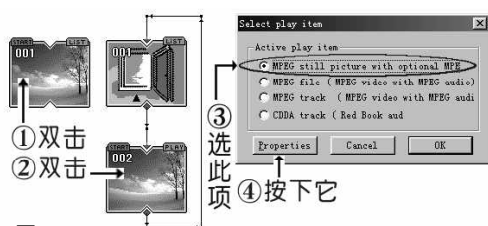

图 15
删除静图：同样是在图 6 的设置窗口中进行，但是在VideoPack中，“播放表节点”打开图 6 窗口的步骤需按照图 15 所示的①、②、③、④进行（“菜单节点”没有第②步）。